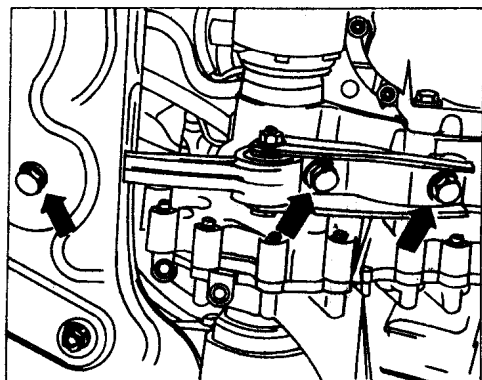

图 2-2 松开支撑杆
(1) 在关闭点火开关情况下, 拆开蓄电池负正两极线, 并拆下其支架;
(2) 松脱所有发动机、变速器、发电机、起动机导线;
(3) 打开并关闭储液罐、散热器盖, 以卸除液压系统的压力;
(4) 拔出节气门控制单元上的电磁阀 (N80) 软管, 拔出热敏开关和散热器风扇连接插头;
(5) 拔出燃油分配器上的燃油供油管, 从发动机上拔出真空软管和排气软管, 注意封闭管路, 避免燃油系统受污染;
(6) 拆下发动机挡泥板;
(7) 将前排气管从排气歧管上松开并拆下;
(8) 如图 2-2 所示松开稳定杆的支撑杆;